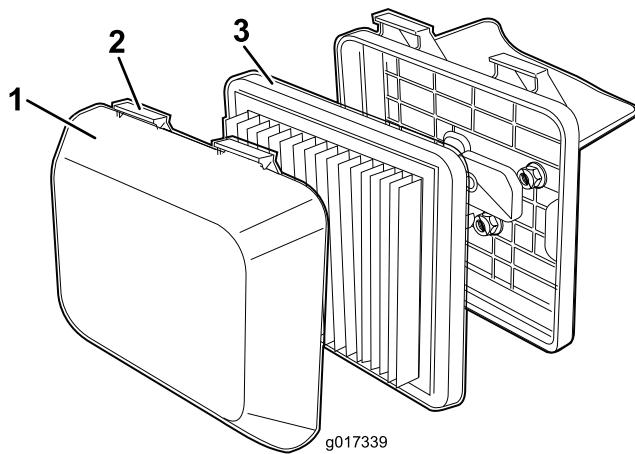

图20
1. 向下按空气滤清器盖子顶部的闩锁袢扣（图20）。
3. 拆下过滤器（图20）。